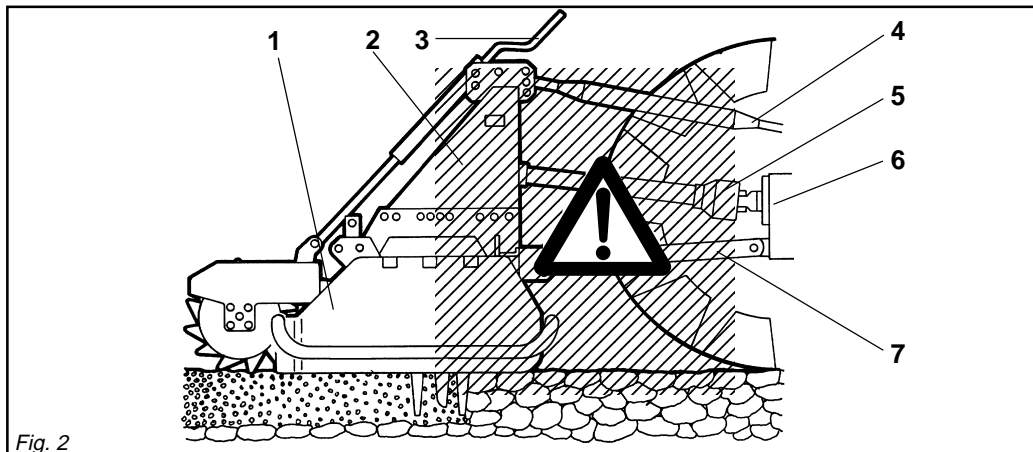

Fig. 2
- 28) It is absolutely forbidden to stand between the tractor and the implement when manoeuvring the lift control from the outside (Fig. 2).
- 24) Es ist absolut verboten, bei laufendem Motor und eingeschalteter Gelenkwelle zwischen den Schlepper und das Gerät zu treten (Abb. 2). Dazu muß die Feststellbremse gezogen werden und unter die Räder ein Bremskeil oder ein großer Stein gelegt worden sein.
- 28) Es ist absolut verboten, zwischen den Schlepper und den Anschluß zu treten, um die Aushebung von außen zu betätigen (Abb. 2).
- 24) *Il est absolument interdit de se mettre entre le tracteur et l'appareil (Fig. 2) quand le moteur est en marche et le cardan enclenché, sans avoir tiré le frein de stationnement et bloqué les roues avec une cale ou un caillou.*
- 24) Está terminantemente prohibido colocarse entre el tractor y el equipo (Fig. 2) con motor encendido y cardán inserido, o sin haber accionado el freno de estacionamiento y de colocar, debajo de las ruedas, una piedra u otro elemento de bloqueo.
- 28) Il est absolument interdit de se mettre entre le tracteur et l'attelage pour manoeuvrer la commande de relevage de l'extérieur (Fig. 2).